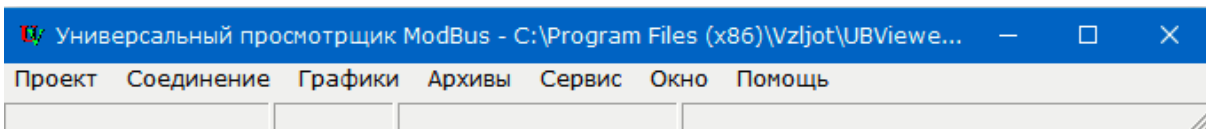

Рис.3. Вид строки меню программы «Универсальный просмотрщик».
2.1.1. Запустить на ПК программу «Универсальный просмотрщик». После чего в появившейся строке меню программы (рис.3) выбрать **Проект\Открыть\Projects** и запустить файл «Лайт М RTC (пользовательский) версия 2.X.vpr» (далее – «Монитор»).